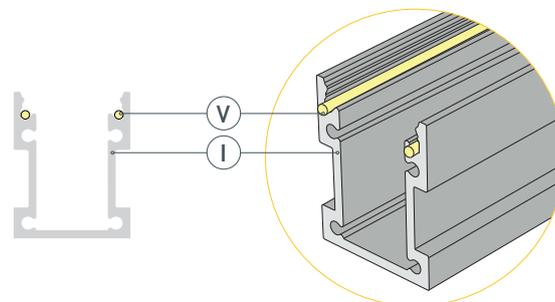

Рис. 1. Установка уплотнительной резинки (V) в пазы профиля (I)
- 2** / Установите уплотнительную силиконовую резинку (V) в специальные пазы профиля (I), как показано на рис. 1. **ВАЖНО! Не растягивайте уплотнительную резинку при монтаже.** Отрежьте лишнюю часть уплотнительной резинки (V), выступающую за край профиля (I): должно остаться 1–2 мм уплотнительной резинки (V).